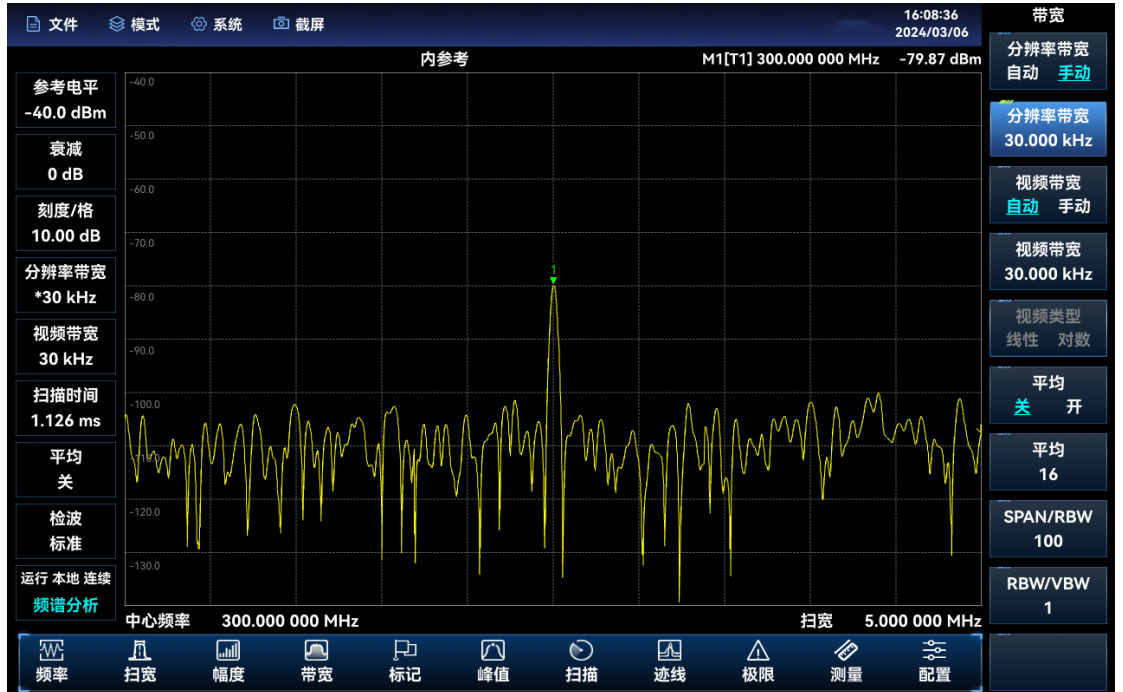

图 3.21 参考-40dBm，前放关闭时的小信号
- 按【带宽】，设置分辨率带宽为 30kHz，必要的话，可重复步骤 3 保证信号峰值在频谱分析仪的中心频率。显示如图 3.21 所示。